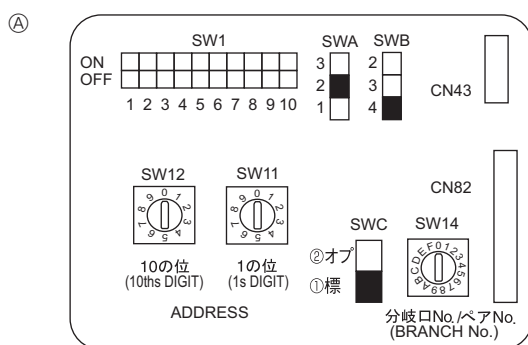

Fig. 4-4
4.6. Установка переключателей при высоком потолке или при именовании числа выходов воздуха (Fig. 4-4)
④	4 направления	2,5 м	2,7 м	3,5 м
③	3 направления	2,7 м	3,0 м	3,5 м
②	2 направления	3,0 м	3,3 м	3,5 м
4.7. Определение температуры в помещении встроенным датчиком пульта дистанционного управления (Fig. 4-4)
4.5. Установка адресов (Fig. 4-4)